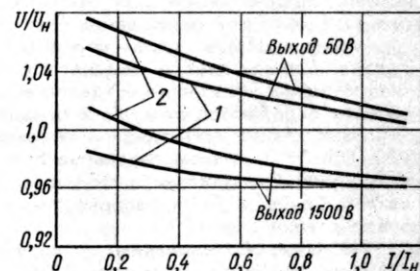

Рис. 3. Внешние характеристики: 1 — при номинальной нагрузке смежного выхода; 2 — без нагрузки смежного выхода
Согласно внешним характеристикам (рис. 3), отклонения напряжений выходов при номинальной нагрузке (1) смежного выхода минимальны. При изменении токов нагрузки от 0,2 I_n до номинального значения они составили для выходов 50 и 1500 соответственно 3,5 и 1,9 %. Взаимное влияние нагрузок выпрямителей 1500 и 50 В незначительно и для режимов номинальных токов не превышает 0,7 %.